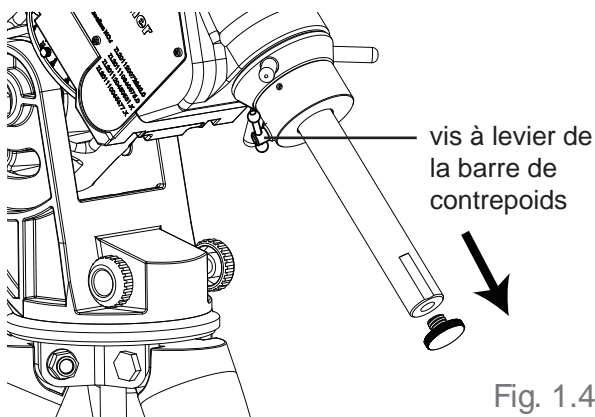

Fig. 1.4a
1. Desserrez la vis à levier de la barre de contrepoids puis extrayez cette dernière de son logement. Resserez la vis pour bloquer la barre en place (Fig 1.4a).